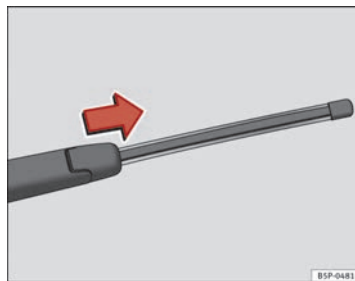

Fig. 131 Extraer la escobilla del limpialuneta
- Separe el brazo del limpialuneta de la luneta ⇒ fig. 131.
- Deslice el adaptador de la escobilla en la dirección de la flecha y retire la escobilla ⇒ fig. 131.